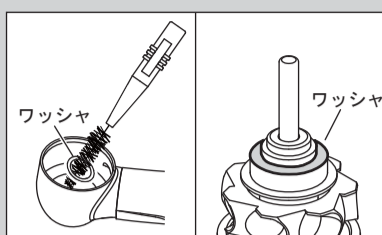

図12
- \* ワッシャはヘッド内部に張り付いている場合（図12左）と、カートリッジに張り付いている場合（図12右）があります。